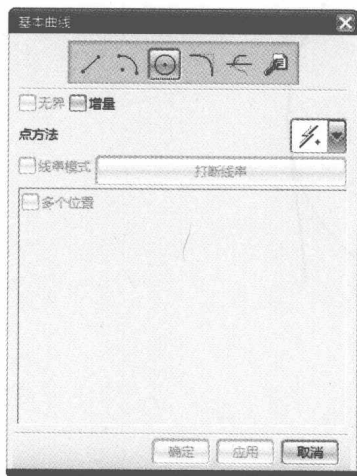
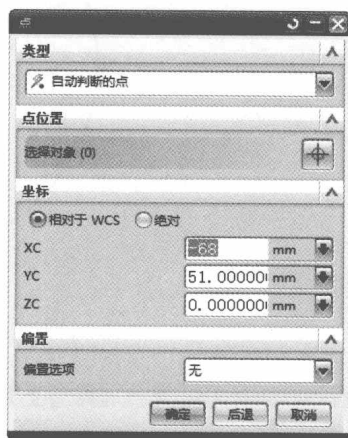

图 1-3 【基本曲线】对话框
图 1-4 【点】对话框
(3) 选择【插入】|【曲线】|【基本曲线】命令或单击【特征】工具条中的【基本曲线】按钮, 打开【基本曲线】对话框, 如图 1-3 所示。单击【圆】按钮, 在【点方法】下拉列表框中选择【点构造器】按钮, 在打开的【点】对话框中输入圆心坐标为(-68, 51, 0), 如图 1-4